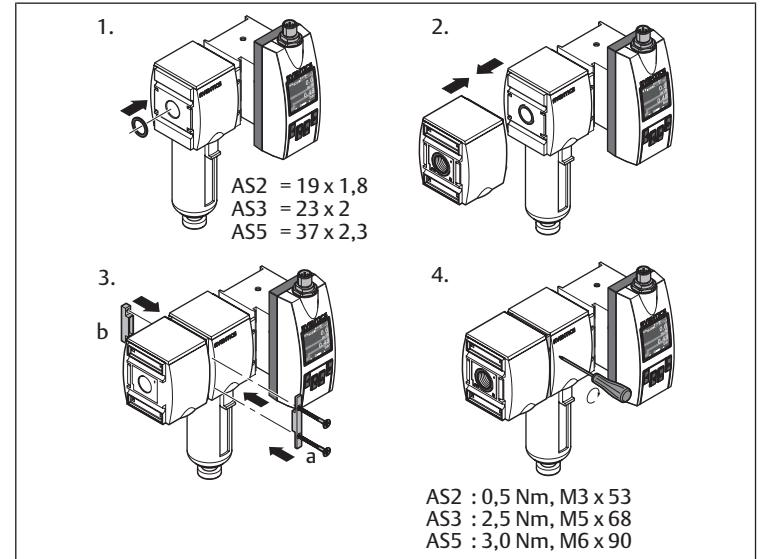

Bild 5: Montering med blockmonteringssats | W04
- Montering med blockmonteringssats och luftbehandlingsenhet: se → Bild 5.